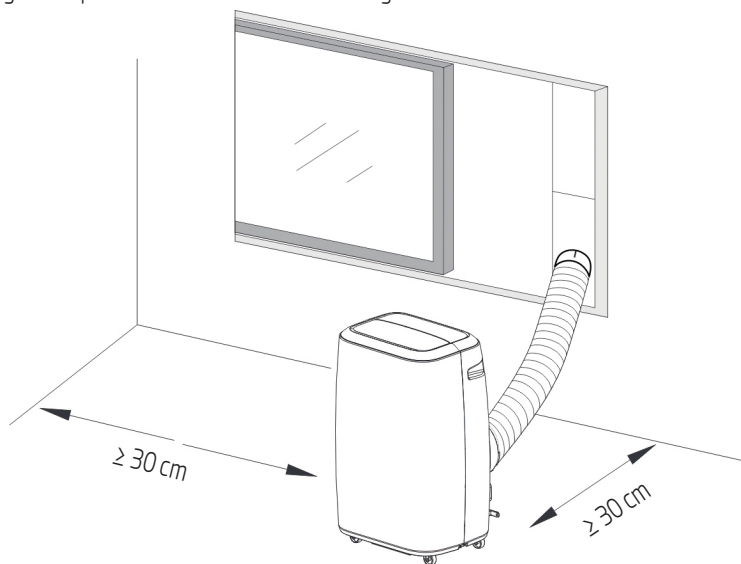

Fig. 8
- Un climatiseur mobile doit être installé sur une surface plate sans rien autour. Ne bloquez pas la sortie d'air, et la distance requise autour du climatiseur doit être d'au moins 30 cm. (Voir Fig. 8)